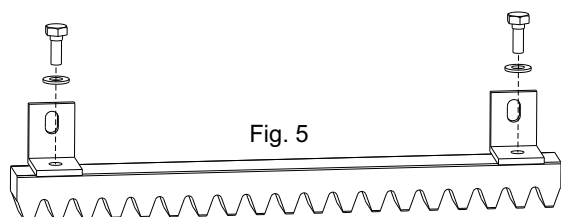

Fig. 5
5.2. fixer à chaque élément de la crémaillère les supports à L à l'aide des vis de blocage (Fig.5);